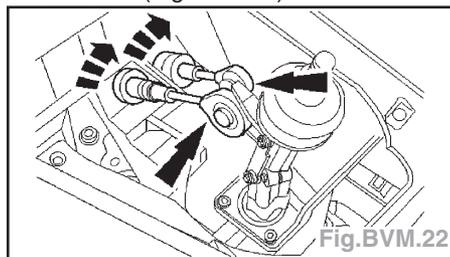

Fig.BVM.22
- Détacher les câbles de changement de vitesse de la timonerie de changement de vitesse (Fig.BVM.22).